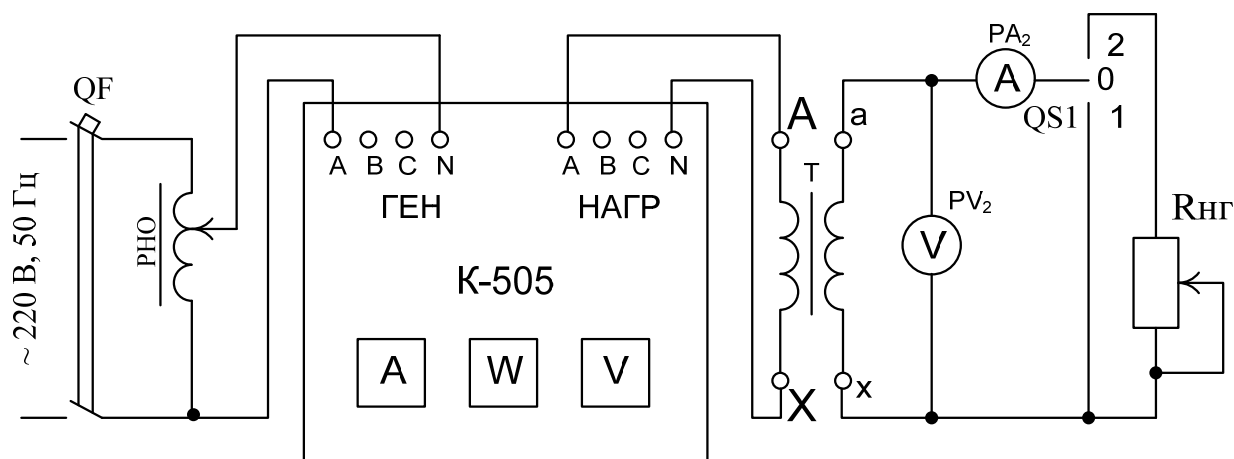

Рис. 1.1. Схема экспериментальной установки для испытания трансформатора
Схема включения трансформатора для проведения указанных опытов приведена на рис. 1.1. Необходимый режим работы трансформатора создают с помощью переключателя QS1 (B1 на стенде) и изменения сопротивления нагрузочного реостата $R_{НГ}$.
1. Собрать электрическую цепь по схеме рис. 1.1, переключатель QS1 (B1) разомкнуть.
1. В электрической цепи (рис. 1.1) замкнуть переключатель QS1 в положение 2 и полностью ввести нагрузочный реостат $R_{НГ}$ ($R_{НГ}$ – максимальное).
1. В электрической цепи (рис. 1.1) замкнуть переключатель QS1 в положение 1 (короткое замыкание).